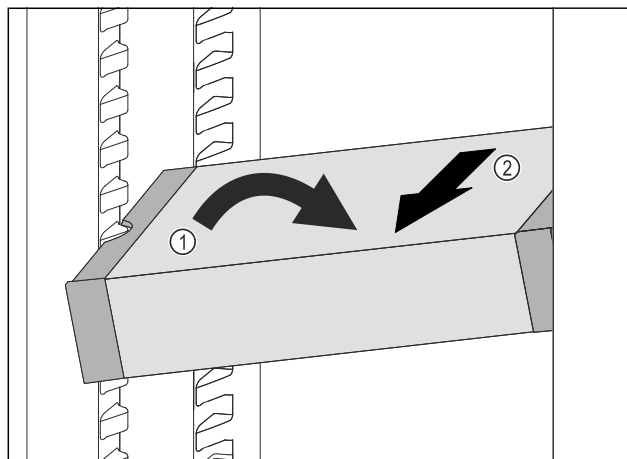

Fig. 215
- Ukosite ladicu VarioSafe u hladnjaku. Fig. 215 (1)
- Izvadite ladicu VarioSafe prema naprijed. Fig. 215 (2)